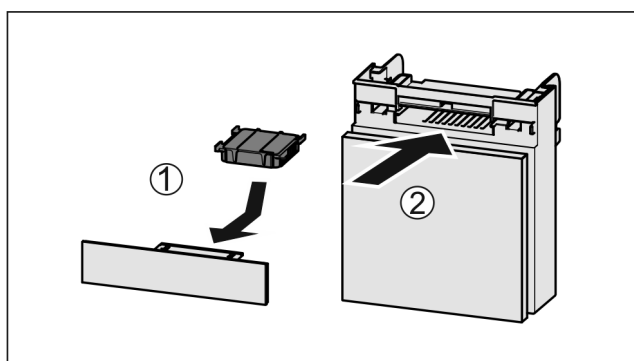

Fig. 208
- Vendosni filtrin me karbon aktiv siç tregohet në figurë Fig. 208 (1).
- Futni kutinë në vend Fig. 208 (2).